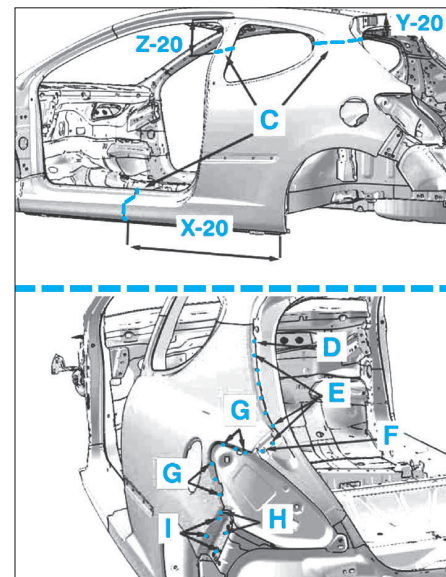
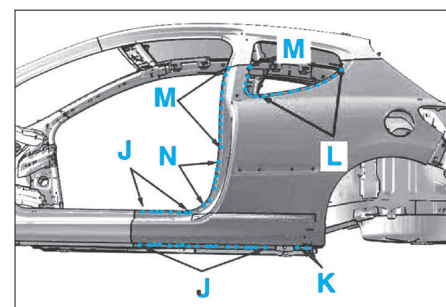

FIG. 40
FIG. 41
- Dépointer et couper aux endroits indiqués en A à N (Fig.40) et (Fig.41).